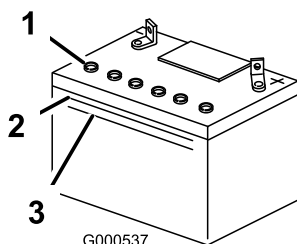

Figure 40
1. Observez le côté de la batterie. Le niveau de l'électrolyte doit atteindre le trait **supérieur** (Figure 40). Le niveau d'électrolyte ne doit pas descendre au-dessous du trait inférieur (Figure 40).
3. Enlevez les bouchons d'évent de la batterie (Figure 40)
4. Versez de l'eau distillée avec précaution dans chaque élément jusqu'au repère supérieur (Figure 40) sur le côté de la batterie.
5. Attendez 5 à 10 minutes après avoir rempli les éléments. Au besoin, ajoutez de l'eau distillée pour amener le niveau jusqu'au repère supérieur sur le côté de la batterie (Figure 40).